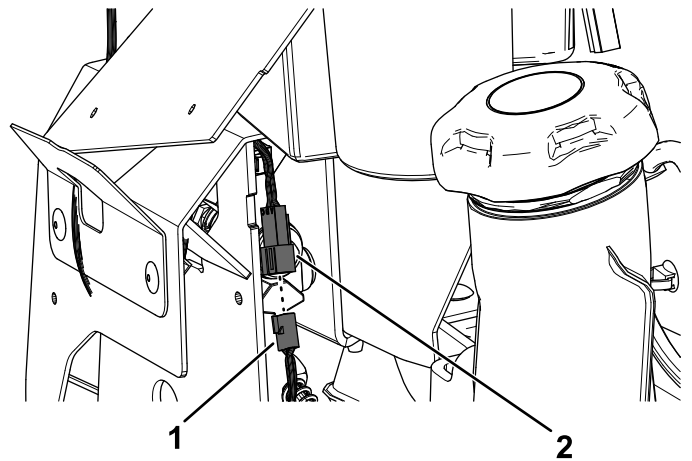

Figura 18
2. Ligue o conector da cablagem do kit ao conector da nova alavanca esquerda de controlo de movimento (Figura 18).